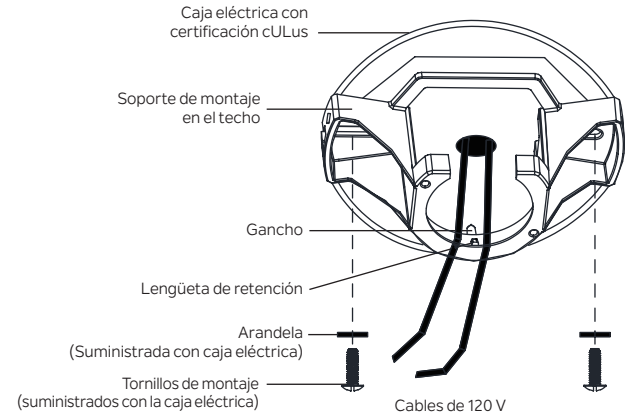

Figura 5
**Paso 1.** Pase los cables de suministro de 120 voltios a través del orificio central del soporte de montaje en el techo como se muestra en la (Figura 5).
**Paso 1.** Pase los cables de suministro de 120 voltios a través del orificio central del soporte de montaje en el techo como se muestra en la **Figura 5**.